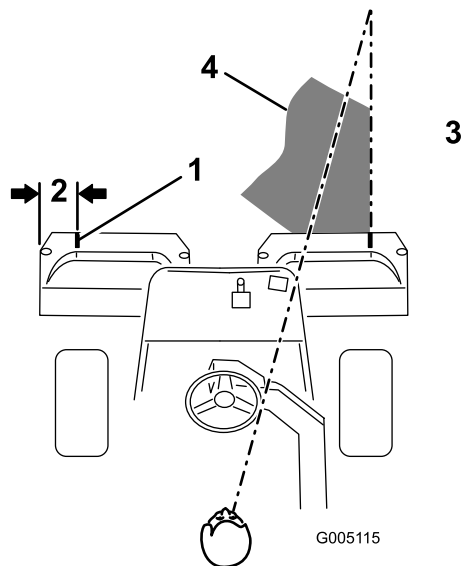

Figure 12
2. Placez une bande de papier blanc ou un trait de peinture sur chaque bac parallèlement à son bord extérieur (Figure 12).